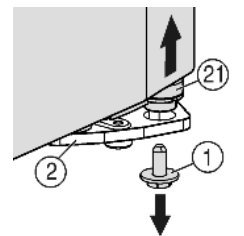
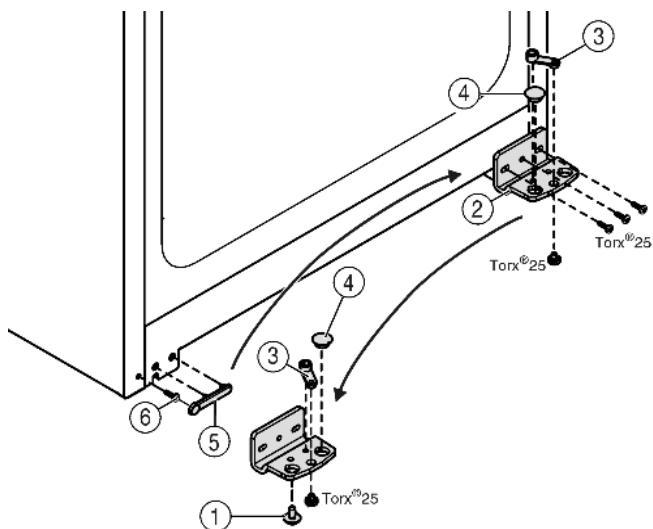

Fig. 6
Fig. 7
- ▶ Deșurubați șurubul de siguranță Fig. 6 (1) din partea inferioară dreapta a suportului de lagăr.
- ▶ Bulonul lagărului Fig. 6 (21) se extrage din suportul de lagăr Fig. 7 (2).
- ▶ Dacă bulonul lagărului Fig. 6 (21) nu poate fi demontat, presați-l din partea inferioară.
- ▶ Deșurubați suportul de lagăr Fig. 7 (2).
- ▶ Deșurubați piesa suport Fig. 7 (3) și montați-o invers în orificiul de preluare a suportului lagărului, strângeți din nou fix.
- ▶ Extrageți dopul Fig. 7 (4) din suportul de lagăr și introduceți-l în orificiul de preluare diametral opus.
- ▶ Ridicați cu atenție capacul Fig. 7 (5) din partea mânerului.
- ▶ Deșurubați șurubul Fig. 7 (6) și mutați-l pe latura opusă.
- ▶ Așezați la loc capacul Fig. 7 (5).
- ▶ Restrângeți suportul de lagăr Fig. 7 (2) pe noua latură (cu 4 Nm) dacă este cazul cu ajutorul unei mașini de înșurubat.
- ▶ Introduceți șurubul de siguranță Fig. 6 (1) jos, în bolțul lagărului și strângeți-l (cu 4 Nm).